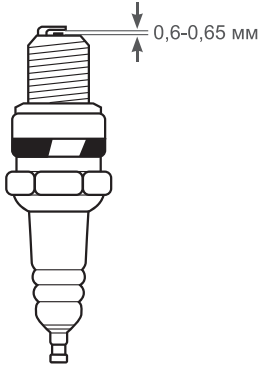

Рис. 23 Свеча зажигания
- Измерьте зазор между электродами специальным щупом. Зазор должен быть 0,6-0,65мм (Рис. 23). При увеличении или уменьшении требуемого зазора рекомендуется заменить свечу, так как регулировка зазора может привести к изменению качества искрообразования.